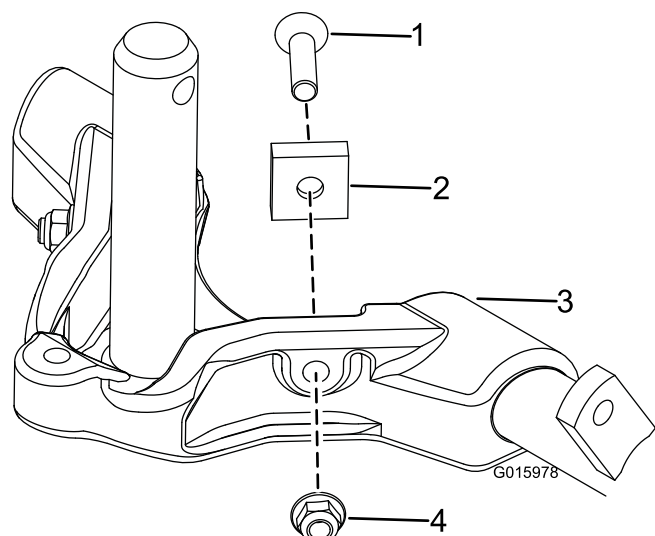
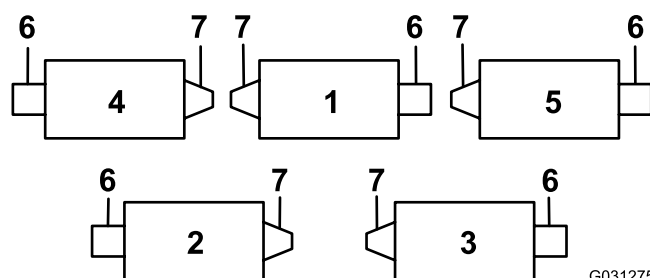

Figure 8
Figure 9
Augmentez la direction des plateaux de coupe arrière en retirant les 2 entretoises de pivot, les vis à tête creuse et les contre-écrous à embase (Figure 8) des bâtis porteur des plateaux de coupe arrière (n° 2 et n° 3) ; voir Figure 9.
1. Obturateur en plastique 2. Boulons (2)
6. Montez et serrez légèrement les 2 boulons de fixation du moteur de cylindre sur la plaque gauche du plateau de coupe (Figure 9).